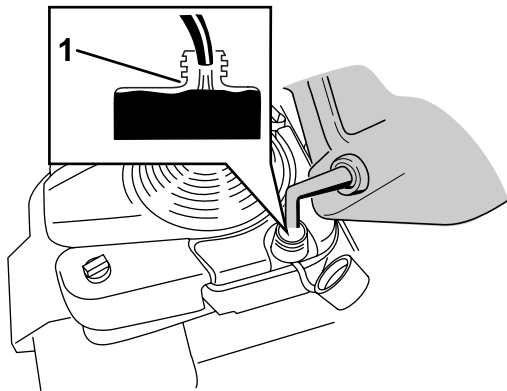

Figura 11
1. Limpie la zona alrededor del tapón del depósito de combustible y retire el tapón del depósito (Figura 11).